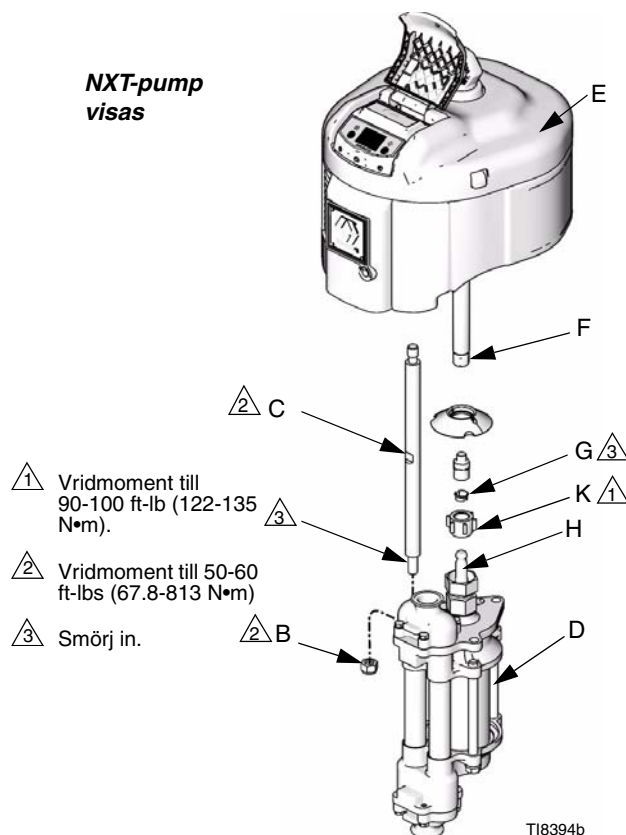
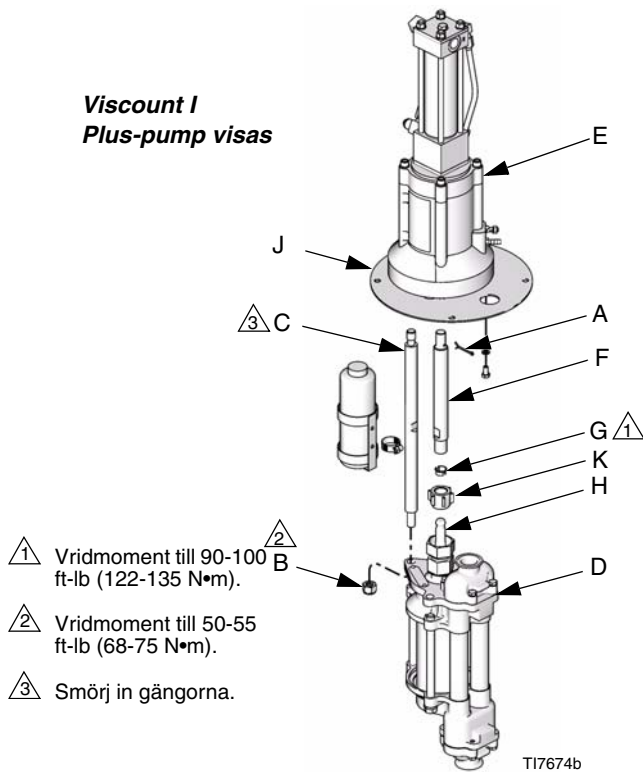

FIG. 5
FIG. 6
3. Lossa kopplingsmuttern (K) och avlägsna kolvstången (G). Avlägsna kopplingsmuttern från kolvstången (H). Skruva av låsmuttrarna (B) från kopplingsstångerna (C). Dra av underdelen (D) från motorn (E). Se FIG. 5 och FIG. 6.
1. Viscount I Plus Lossa, men ta inte bort, skruvarna som håller fast adapterplattan (J) i motorn (E), på pumparna. Se FIG. 6. För Viscount II-pumparna, vrid skruven (N) till 50-55 ft-lb (68-75 N•m) in i motorn (E).
2. Skruva på kopplingsstångern (C) på adapterplattan (J) och vrid till 50-55 ft-lb (68-75 N•m). Viscount I Plus Dragstångerna kommer kopplas in i de gängade hålen i motorns underdel, på pumparna. Viscount II-pumparna kommer att kopplas in i adapterplattan (J).
3. Fyll hålet på motoraxelns underdel med fett. Skruva fast kopplingsstången (F) på motoraxeln tills pinhålen kommer i jämnhöjd. Montera tappen (A) i det första hålet räknat från kopplingens ände. På Viscount II-pumpar, vrid kopplingsmuttern (M) in i motoraxeln.
4. Justera underdelen (D) med dragstångerna (C) och montera dragstångernas låsmuttrar (B) helt löst.
5. Sätt i hylsorna (G) och skruva fast kopplingsmuttrarna (K) på kopplingsstången (F) och vrid till 90-100 ft-lb (122-135 N•m).
6. För Viscount I Plus pumpar, vrid skruvarna som håller fast adapterplattan (J) på motorn (E) till 15-17 ft-lb (20-23 N•m). För Viscount I Plus och Viscount II-pumpar, vrid dragstångens låsmuttrar (B) till 50-55 ft-lb (68-75 N•m).